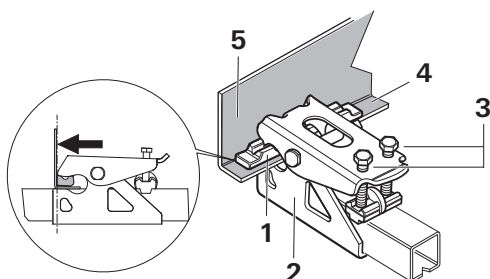

Fig. 35
- Placer les unités d'entraînement avec le tube de liaison et la fixation (Fig. 35 -2) sur le châssis du véhicule et les visser avec les deux vis (Fig. 35-3) de manière à ce qu'un déplacement sur le châssis soit encore tout juste possible.